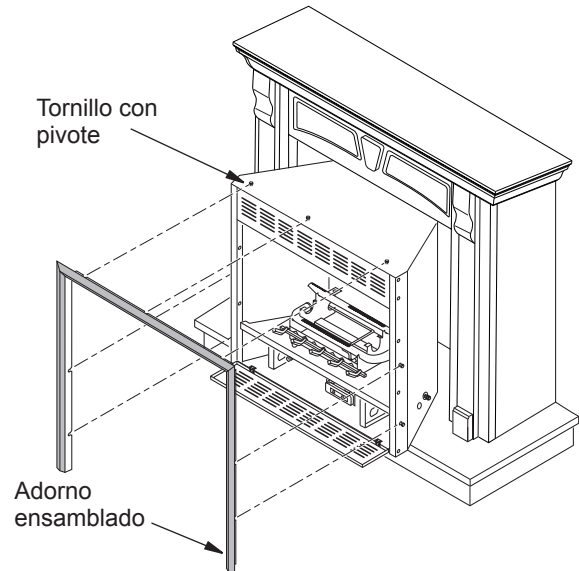

Figura 11 - Inserción de la chimenea dentro de la repisa con gabinete
- Coloque el juego de adornos sobre los tornillos con pivote ubicados a un lado y en la parte superior de la chimenea. Una firmemente el adorno con los tornillos con pivote ubicados en la chimenea (consulte la figura 11). Alinee la chimenea en el ensamble de la repisa de forma que el adorno se sobreponga a la repisa uniformemente en los tres lados.